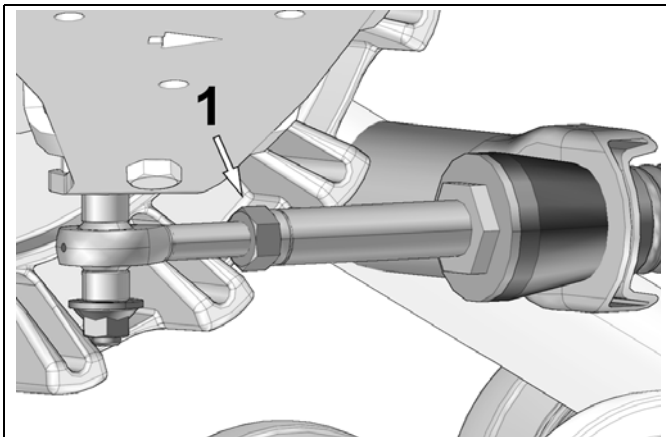

Abbildung 7
- Wenn der Anstellwinkel korrekt eingestellt ist, schrauben Sie die Gegenmutter (1) wieder gegen den Stabilisierungsarm fest. Siehe Abbildung 7.